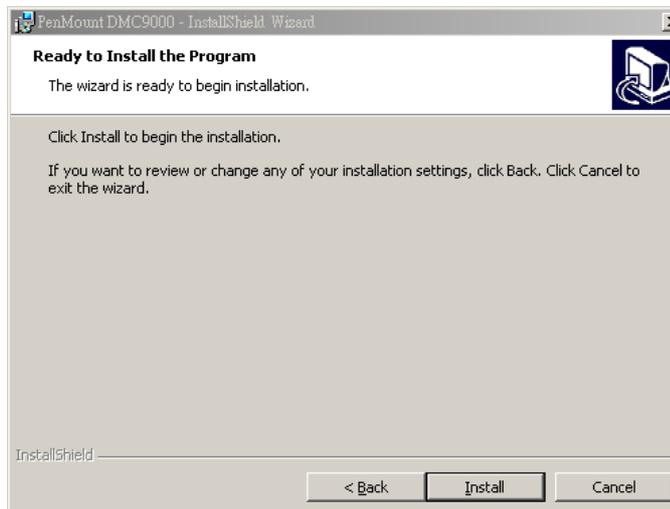

Abbildung 7-26: Bereit zur Installation
Schritt 5: Klicken Sie auf **Next**. Der Installshield Wizard ist bereit zur Installation des Programms (**Abbildung 7-26**).